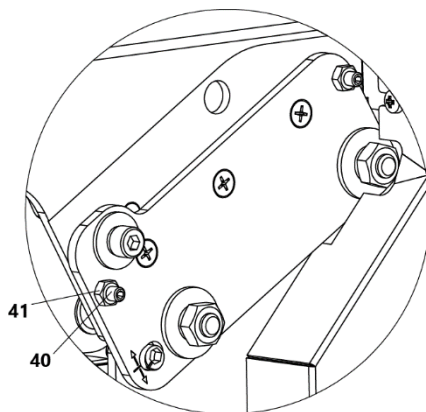

Рисунок 15 Регулировка фуговальных столов
- освободите гайки 41 (рис. 15);